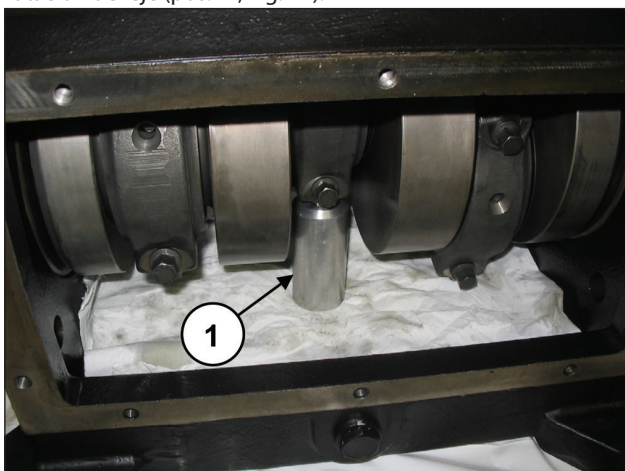

Fig. 17
Introducir un espesor debajo de la biela para bloquear la rotación del eje (pos. ①, Fig. 17).